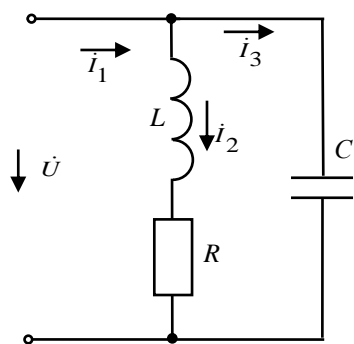

Рис. 6
1. Рассмотрим резонанс токов в цепи, называемой параллельным колебательным контуром (рис. 6).